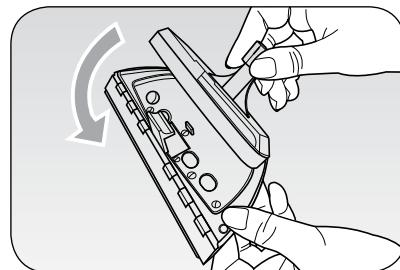

Fig. 6
An der Gewebebürste (11) kann der Scheibenabzieher angebracht werden: zum Zusammensetzen der beiden Zubehörteile müssen die Laschen am Fuß der Gewebebürste in die Haken am Fuß des Scheibenabziehers eingerastet werden. Mit dem Scheibenabzieher erhalten Fensterscheiben, Spiegel und glanzpolierte Flächen neuen Glanz. Er ist leicht auch an den Wänden von Duschboxen zu verwenden, um das Problem der Kalkablagerungen zu beseitigen (Abb. 6).